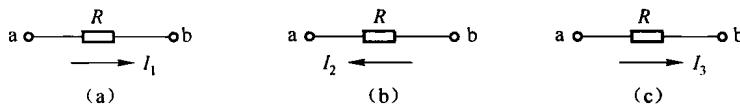

图 1-6 【例 1-2】用图
**【例 1-2】** 如图 1-6 所示，电流参考方向已选定，已知  $I_1 = 5A$ ,  $I_2 = -2A$ ,  $I_3 = -3A$ ，请指出电流的大小和实际方向。